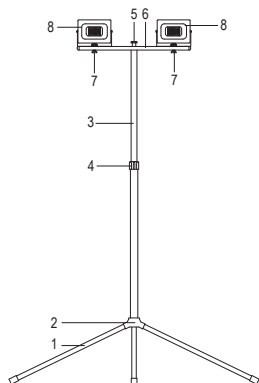

Рисунок 3
4.2 Подготовка штатива к работе (рисунок 3):
- установить три опоры подставки (1) и зафиксировать их винтом (2);
- выдвинуть штатив (3) на необходимую высоту и затянуть фиксирующее кольцо (4);
- выкрутить специальный винт (5) из штатива и установить штангу (6) сверху штатива. После чего затянуть винт (5) обратно;
- закрепить два прожектора (8) при помощи специальных болтов (7);